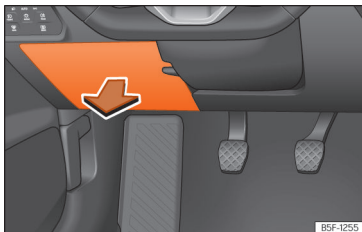

Fig. 220 Pe planșa de bord, pe partea șoferului: capacul cutiei de siguranțe.
- *Deschiderea:* pliați capacul »» fig. 220.